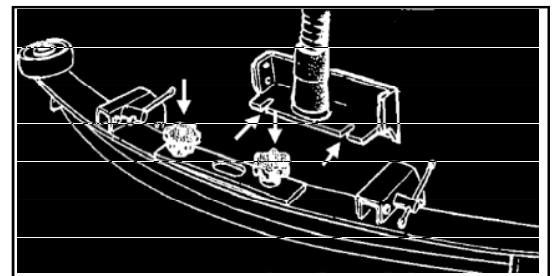

Рисунок 8
1. Устройство швабры имеет элемент для отсоединения, который используется также для установки швабры. Ослабьте головки на швабре (рис. 8). Вставьте штифт в шлицевое отверстие в опорной раме машины.